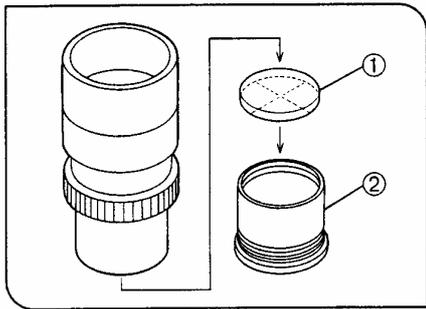

图 25
(4) 使用目镜测微尺 (图 25)
如图 25, 从目镜上拧下测微尺架②, 把测微尺①放入架中。